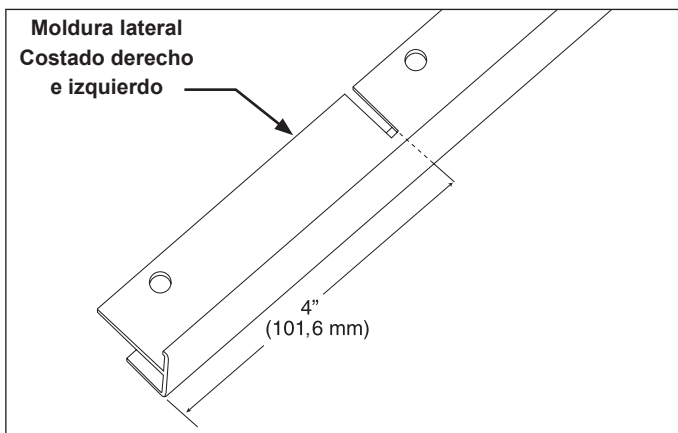

Figura 2
2. Corte 4" (101,6 mm) de la Moldura lateral derecha e izquierda mediante el uso de la ranura como guía para realizar el tamaño correcto para un corte de 75" (1905 mm). (Consulte la Figura 2).